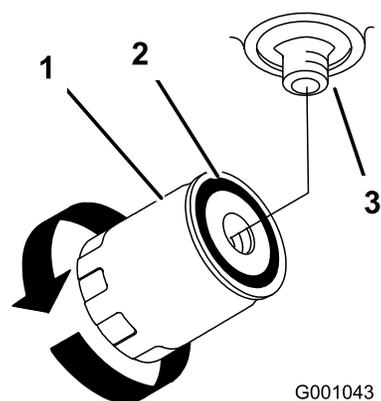

Figure 100
7. Appliquez une fine couche d'huile propre sur le joint en caoutchouc du filtre de rechange (Figure 100).
9. Remplissez le réservoir hydraulique jusqu'à ce que le liquide déborde du filtre. Tournez alors le filtre dans le sens horaire jusqu'à ce que le joint en caoutchouc vienne toucher l'adaptateur du filtre. Serrez ensuite le filtre de 1/2 tour supplémentaire (Figure 100).